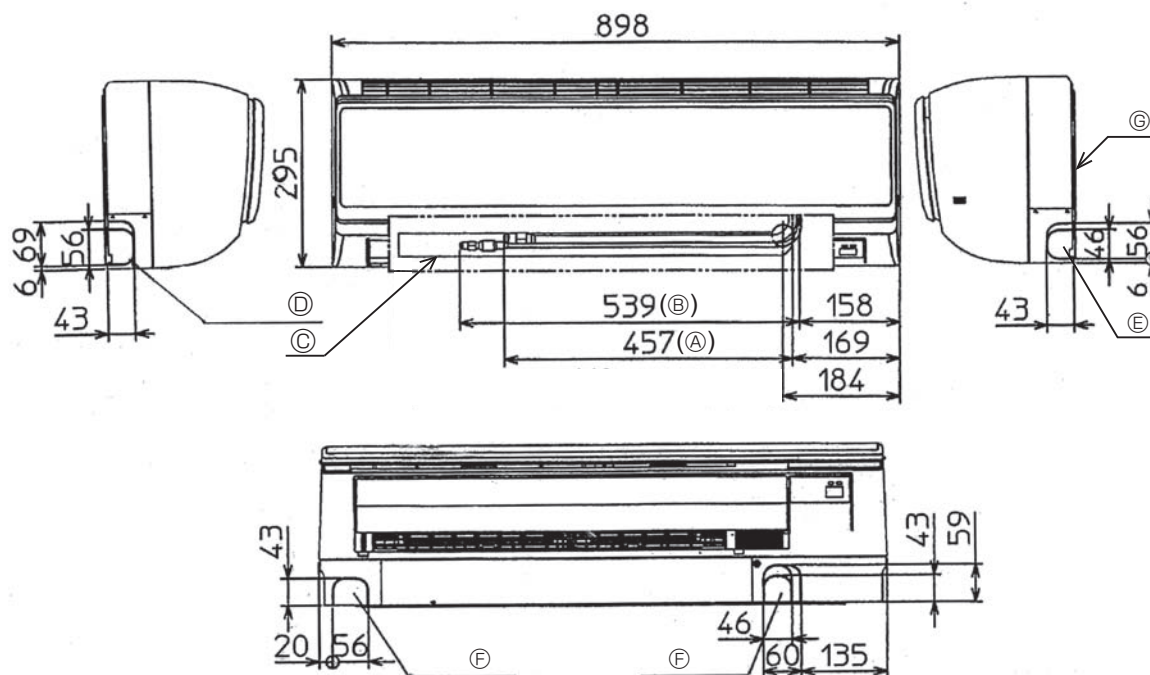

Fig. 4-3
4.4. Posizionamento delle tubazioni del refrigerante e di drenaggio (Fig. 4-3)
- (A) Tubo di trasporto gas * Con accessori installati.
- (B) Tubo di trasporto liquido
- (C) Tubo di drenaggio (Lunghezza effettiva: 400)
- (D) Foro di uscita tubazione sinistra
- (E) Foro di uscita tubazione destra
- (F) Foro di uscita tubazione inferiore
- (G) Piastra di montaggio ①